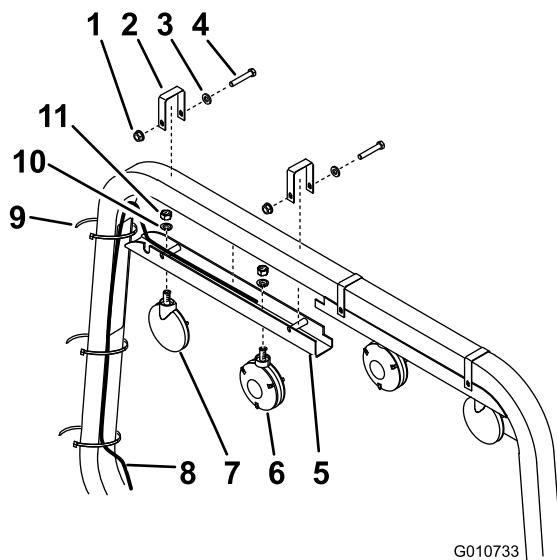
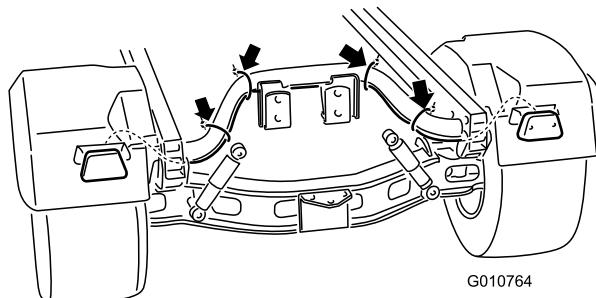

Рисунок 1
Рисунок 2
Примечание: При использовании данного комплекта с навесом модели 07372 закажите комплект № 133-0627 по каталогу Того, чтобы заменить швейлер световых сигналов и монтажные кронштейны швейлера (Рисунок 1).
3. Закрепите световой сигнал (с одним красным колпачком) в наружном отверстии каждого швейлера световых сигналов конструкции защиты оператора при опрокидывании (ROPS) при помощи контргайки (1/2 дюйма) и плоской шайбы (входящих в состав светового сигнала), как показано на Рисунок 1.
внутреннем отверстии каждого швейлера световых сигналов конструкции защиты оператора при опрокидывании (ROPS) с помощью входящей в комплект контргайки (1/2 дюйма) и плоской шайбы (прилагаемой к световому сигналу), как показано на Рисунок 1.
5. Прикрепите швейлеры световых сигналов к нижней стороне конструкции защиты оператора при опрокидывании (ROPS) с помощью 4 кронштейнов для крепления швейлеров, болтов (1/4 x 2-3/4 дюйма), шайб и фланцевых гаек (1/4 дюйма), как показано на Рисунок 1.
11. Закрепите жгут проводки на стойке конструкции защиты оператора при опрокидывании (ROPS), балке рамы и задней трубе рамы при помощи 8 кабельных стяжек (Рисунок 1 и Рисунок 2).